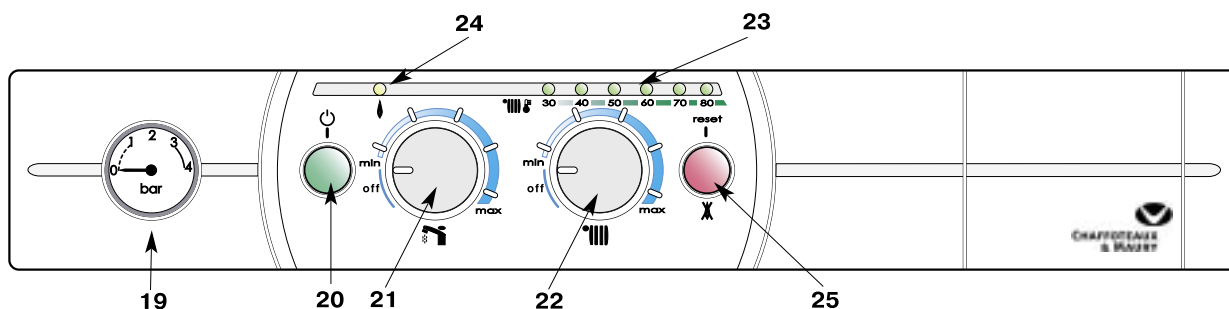

Рис. 20
Панель управления (рис. 20)
- Установите ручки **21** и **22** в положение “**off**” и оставьте кнопку **20** (рис. 20) включенной. Будет работать функция предотвращения замерзания.